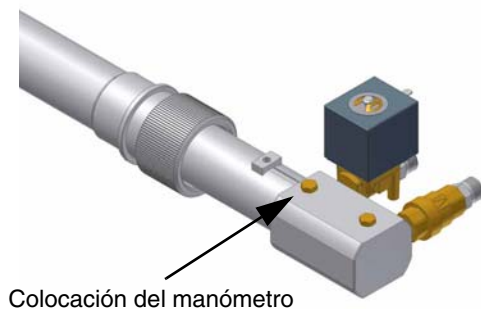

Fig. 17
- 9 La presión de alimentación de la boquilla ya es previamente calibrada en fábrica y no debe ser modificada. Sólo si fuera necesario, regular la presión de alimentación (véase apartado correspondiente) de la siguiente manera: colocar un manómetro en la posición indicada en Fig. 17 intervenir en el tornillo de regulación **VR** de la bomba (véase Fig. 16) hasta obtener una presión en la boquilla igual a 20 o 25bar (boquillas Bergonzo o Fluidics – véanse gráficos en pag. 16)